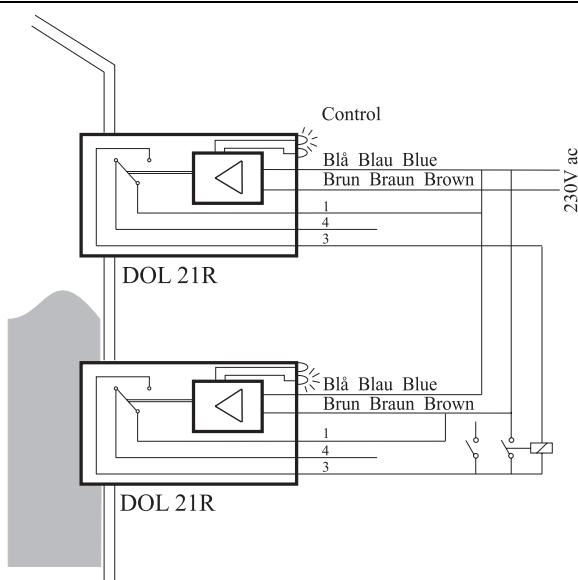

Abb. 3
See Figure 3. Wire connections as shown.
**Min./max. Kontrolle:** Wenn eine genaue Niveaumarkierung zwischen min./max. Höhe erwünscht wird, werden 2 DOL 21R und einen Hilfsschalter am Motorrelais benutzt. Siehe Abb. 3. Leitungsanschlüsse wie gezeigt. Für Entleerungskontrolle den Relaiskontakt zwischen Leitung 1 und 4 anwenden.